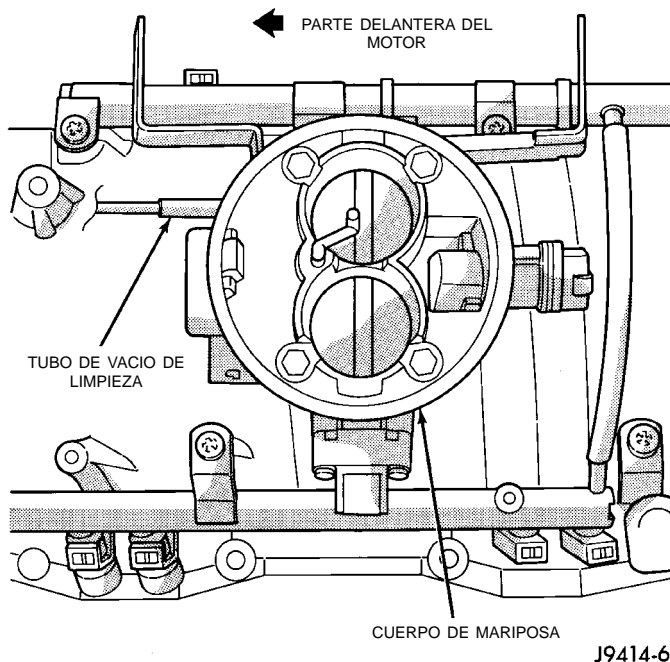

Fig. 62 Tubo de limpieza de ralentí
(5) Desconecte de la conexión situada en el cuerpo de mariposa, el tubo de vacío de limpieza de ralentí. Dicho tubo está situado en la parte delantera del cuerpo de mariposa, junto al sensor de MAP (Fig. 62). Después de haber desmontado el tubo de vacío, tapone la conexión en el cuerpo de mariposa.